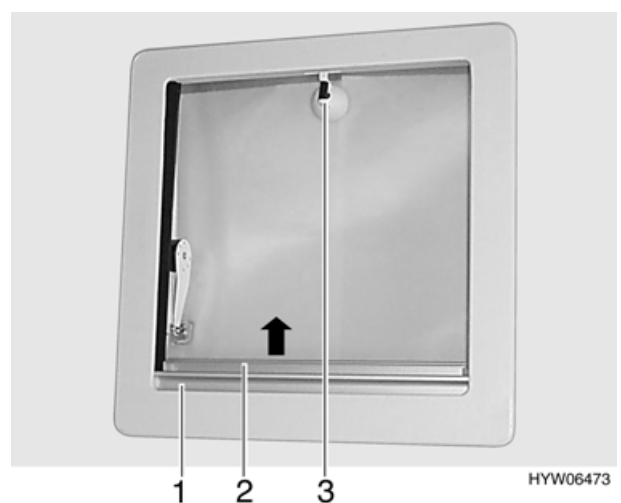

Bild 34 Kipp-Dachlüfter
- Zum Ausstellen den Hebel (Bild 34,3) eine viertel Umdrehung entgegen dem Uhrzeigersinn drehen und Kipp-Dachlüfter am Hebel nach oben drücken.
- Hebel (Bild 34,3) eine viertel Umdrehung im Uhrzeigersinn drehen.
- Faltverdunklung (Bild 34,1) in Pfeilrichtung ziehen und an gewünschter Position loslassen. Die Faltverdunklung bleibt in dieser Position stehen.
- Insektenschutzrollo (Bild 34,2) in Pfeilrichtung ziehen, bis es an der Verriegelung an der gegenüberliegenden Seite einrastet.